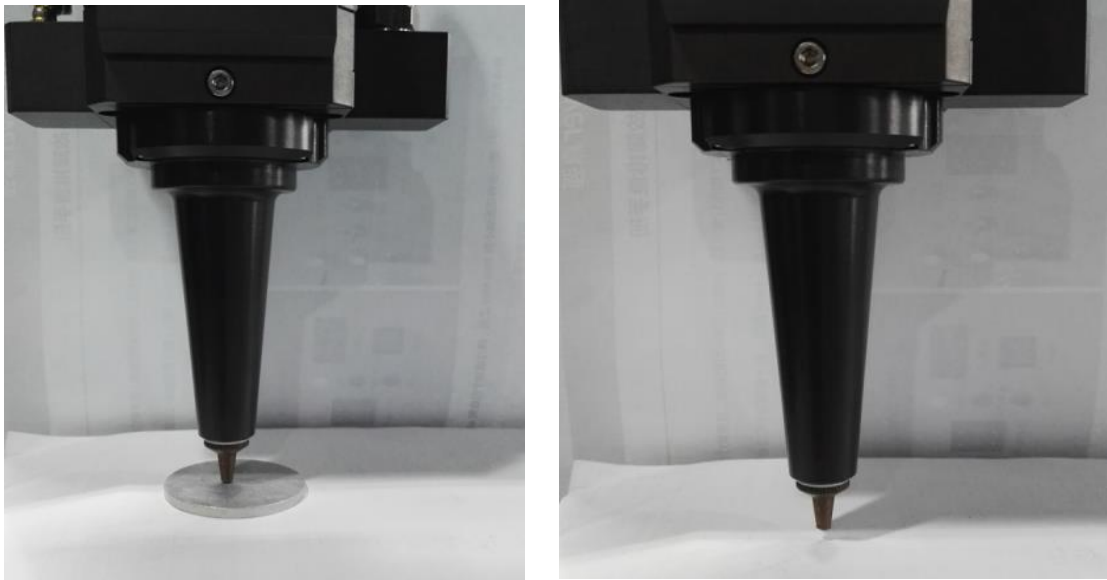

図3.1：較正手順1
- ① バーニアキャリパーなどのツールを使用して、図3.1に示すように、切断ヘッドをワークから2.5 mmまで持ち上げます。